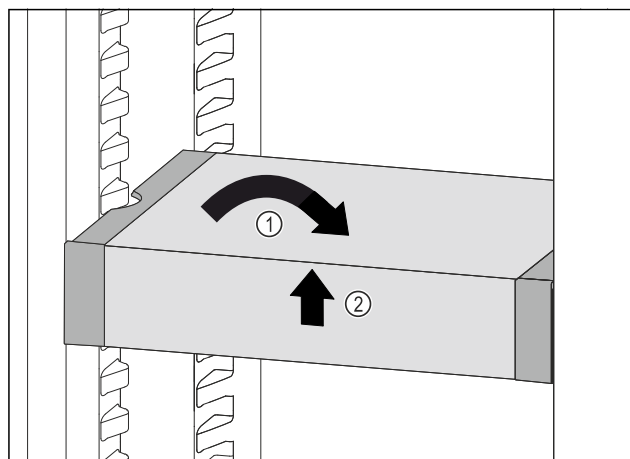

Fig. 179
- Collocare VarioSafe in maniera dritta. Fig. 179 (1)
- Sollevare VarioSafe dal lato anteriore. Fig. 179 (2)